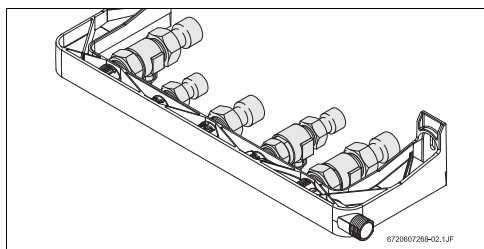
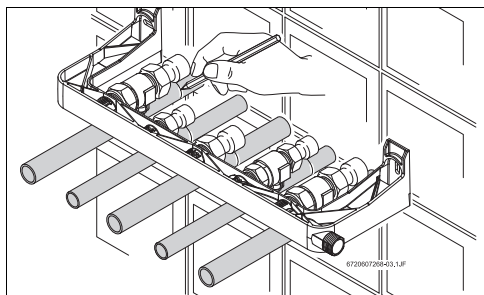

Fig. 2 Ligações já efetuadas
Fig. 3 Cortes
- ▶ Posicionar a barra já com todas as ligações efectuadas (Fig. 2) por cima da tubagem conforme ilustrado na Fig. 3.